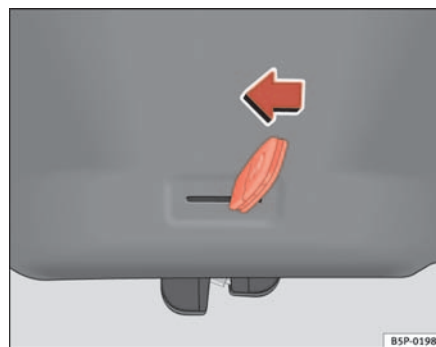

Fig. 68 Tampa traseira: abertura de emergência
- Introduza o palhetão na ranhura e destranque o sistema de fecho, rodando a chave da direita para a esquerda, tal como indica a seta ⇒ **fig. 68.** ■